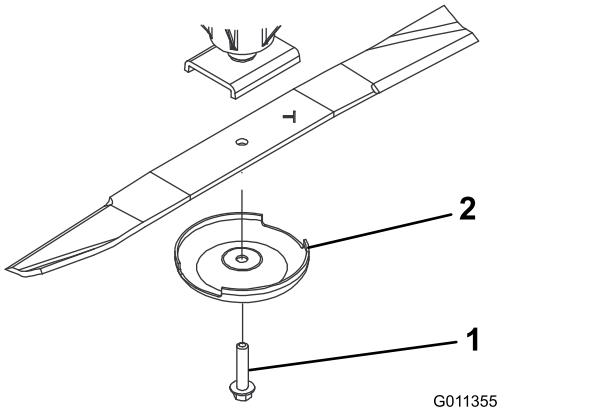

図97
- スピンドルのシャフトからブレードボルト、芝削り防止カップ、ブレードを取り外す図97。